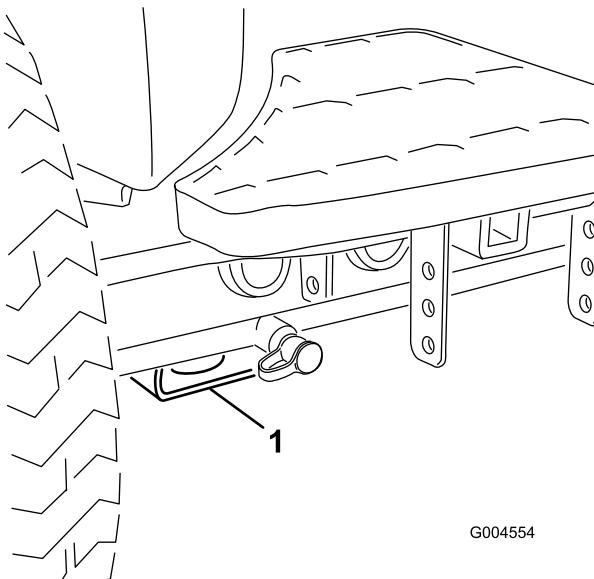

Figura 38
- Anteriore – supporto rettangolare, sotto il tubo dell'assale, all'interno delle ruote anteriori (Figura 38).